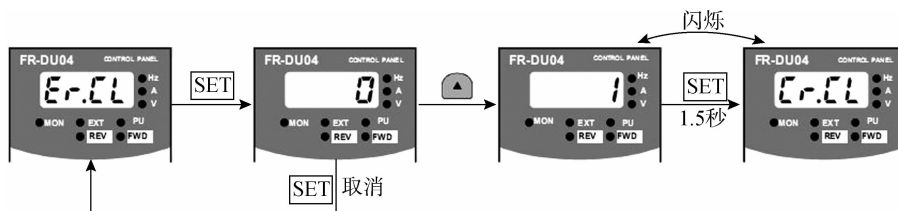

图 3-16 参数清除
(3) 参数清除 (见图 3-16)。将参数值初始化到出厂设定值, 校准值不被初始化 (Pr. 77 设定为“1”时 (即选择参数写入禁止), 参数值不能被清除)。